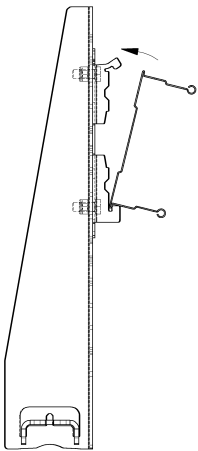

Abb. 23: Tragprofilschiene in den Systemhalter von unten einhängen
2. Den Befestigungsrahmen inkl. ProShell-Tragprofilschiene in die Systemhalter von unten einhängen (siehe Abb. 23). Für die Montage der Einspeisungen siehe MV0800-0031.